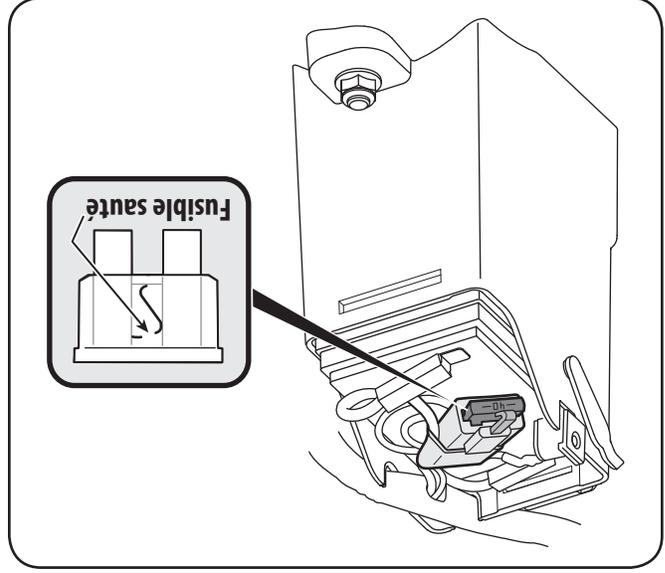

Figure 7-5
- Sortez le fusible de sa douille et examinez-le soigneusement, comme à la Fig. 7-5. S'il est endommagé, remplacez-le avec un fusible de type automobile de 40 ampères.